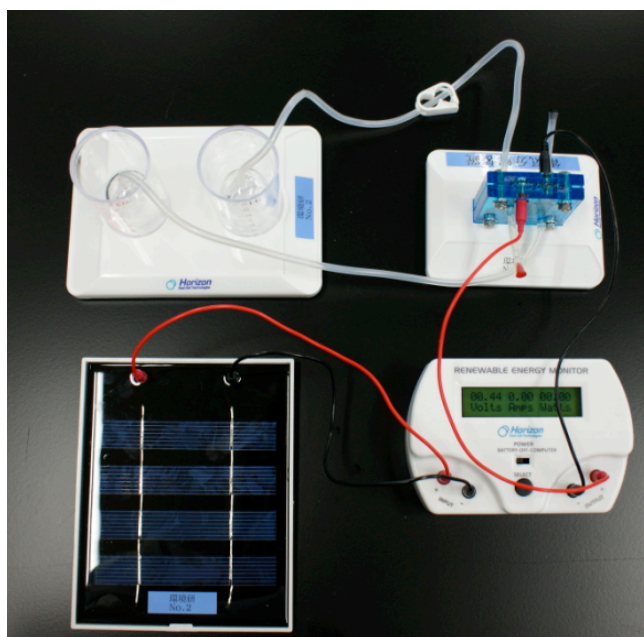

図 7. ソーラーパネルによる水の電気分解
⑦ 赤と黒のケーブルを使い電気分解装置とソーラーパネル,再生可能エネルギーモニターを図 7 に示したように接続する. この時, 電極の+ (赤), - (黒) に注意する.